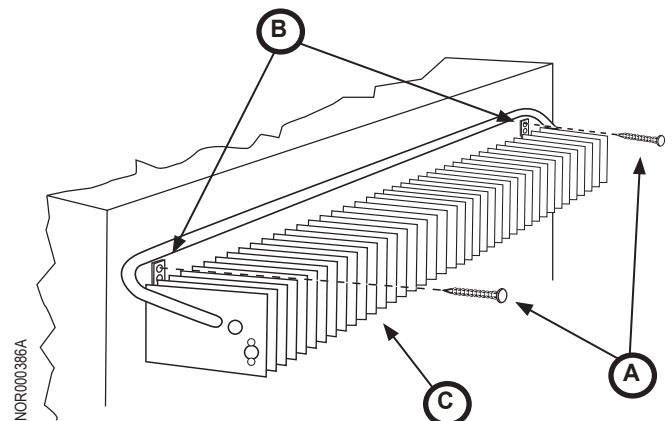

Fig. 15: Número de serie 10086692 y superiores
- Para los números de serie 10086692 y mayores: sujete el condensador al gabinete del refrigerador con un tornillo autopercorante (fig. 15, A) y el soporte (fig. 15, B) en cada extremo del condensador (fig. 15, C).